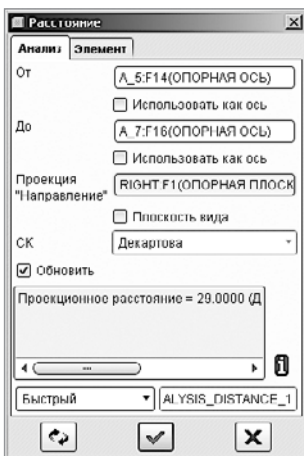

Рис. 10.7. Диалоговое окно
7. Диалоговые окна — контекстно-зависимые окна (рис. 10.7), отображаемые системой для запрашивания у пользователя необходимой системе информации.